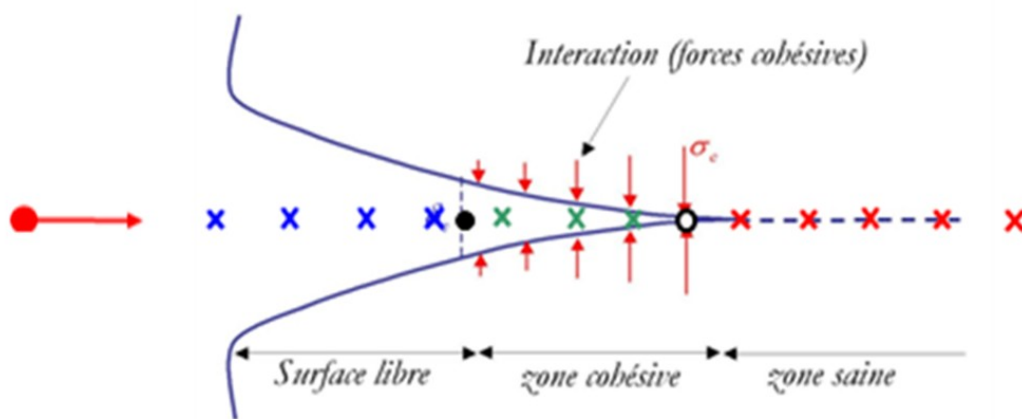

Figure 1 : Schéma de la fissure cohésive et de ses points de Gauss.
La fissure cohésive est représentée sur la figure 1, elle est supposée rectiligne, et se décompose en trois zones distinctes : saine, cohésive (ou endommagée) et surface libre (ou fissurée). On représente respectivement en rouge, vert et bleu les points de Gauss (PG) de ces zones.